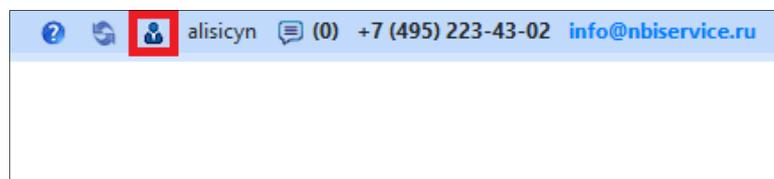
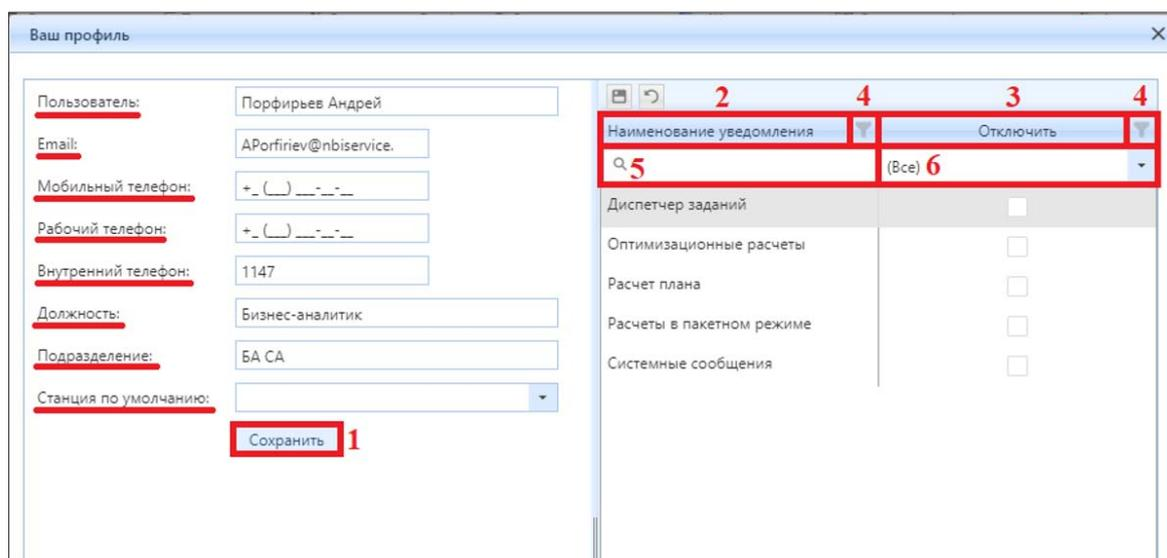

Рисунок 3.1.18 – Навигация кнопки «Профиль» в интерфейсе Системы
Рисунок 3.1.19 – Интерфейс окна «Ваш профиль»
Для просмотра профиля нажмите на кнопку «Профиль» (рис. 3.1.18), расположенной в верхней части интерфейса Системы (рис. 3.1.18).
После нажатия на кнопку «Профиль» (рис. 3.1.18) появится окно «Ваш профиль» (рис. 3.1.19). В данном окне хранится ваша пользовательская и контактная информация, которую можно отредактировать. В текстовом поле для настройки «Пользователь» по умолчанию отображается ФИО, которое присвоил администратор Системы при создании учетной записи. В случае некорректной информации введите
изменения в поле и нажмите на кнопку (1) «Сохранить» (рис. 3.1.19). Для записи «Email» имеется возможность указать почтовый адрес, по которому возможно связаться с пользователем. Для записи «Мобильный телефон» имеется возможность указать мобильный телефон. Для записи «Рабочий телефон» имеется возможность указать рабочий телефон. Для записи «Внутренний телефон» имеется возможность указать внутренний телефон в рамках рабочей организации. Для записи «Должность» имеется возможность указать должность в рамках рабочей организации. Для записи «Подразделение» имеется возможность указать подразделение в рамках рабочей организации. Для записи «Станция по умолчанию» в выпадающем списке выбирается станция, которая наиболее часто используется текущим пользователем в Системе.
В таблице, находящейся в правой части интерфейса окна, содержатся записи настроек об уведомлениях из доступных подразделов Системы. В колонке (2) «Наименование уведомления» (рис. 3.1.19) хранятся записи, соответствующие наименованию подраздела Системы, в котором предусмотрено получение уведомлений. В колонке (3) «Отключить» (рис. 3.1.19) содержатся чек-боксы, при активации которых пользователь не будет получать уведомление из подраздела.
Для удобства и оперативности просмотра настроек в интерфейсе окна «Ваш профиль» реализованы вспомогательные кнопки и поля. В каждой колонке таблиц имеется кнопка (4) «Отфильтровать» (рис. 3.1.19), предназначенная для фильтрации отображаемой информации. Поисковое поле (5) (рис. 3.1.19) предназначено для оперативного поиска информации, хранящейся в определенной колонке. В поле (6) (рис. 3.1.19) реализован ниспадающий список (Все, Да, Нет), выбрав одну запись из перечня, пользователю выводится информация об имеющейся настройке.